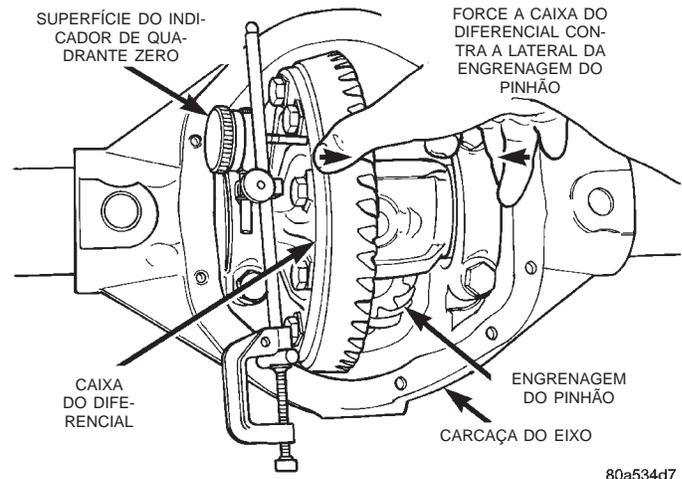

Fig. 52 Segure a Caixa do Diferencial e o Indicador de Quadrante Zero - Típico
(20) Posicione o êmbolo do indicador de quadrante em uma superfície lisa entre as cabeças dos parafusos da coroa.
(21) Empurre e mantenha a caixa do diferencial pressionada contra a engrenagem do pinhão (Fig. 52).
(22) Zere a superfície do indicador de quadrante contra o ponteiro (Fig. 52).